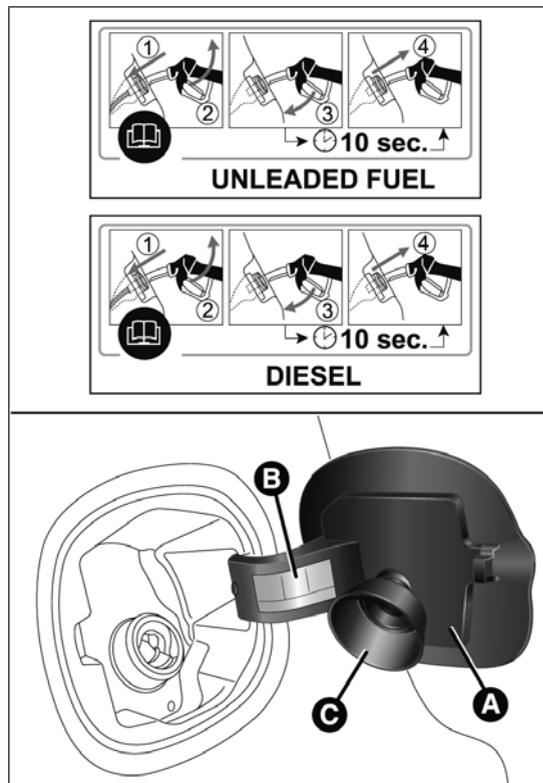

fig. 124
La procédure de ravitaillement décrite ci-après est illustrée sur la plaquette B fig. 124 placée à l'intérieur de la trappe à carburant. La plaquette reprend aussi le type de carburant (UNLEADED FUEL = essence, DIESEL = gazole).
- ouvrir la trappe A fig. 124 en la tirant vers l'extérieur ;
La trappe A fig. 124 est munie d'un soufflet cache-poussière C qui, trappe fermée, empêche tout dépôt d'impuretés et de poussière sur l'extrémité du goulot.